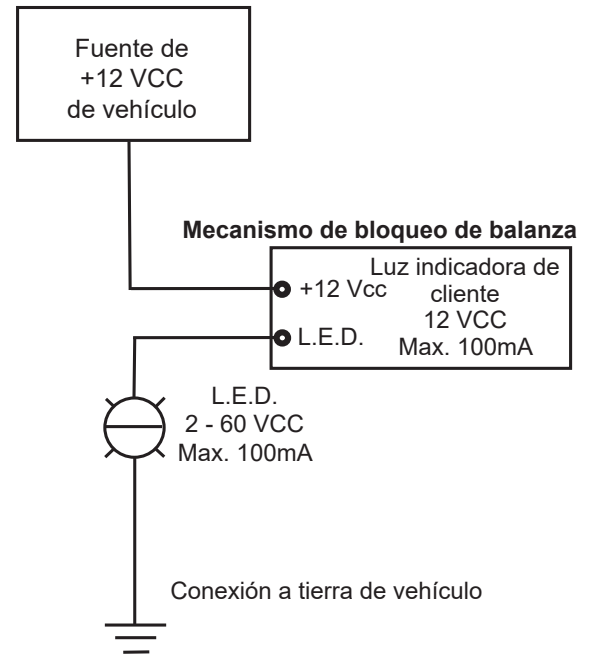

Figura 2
1. Se recomienda instalar una luz L.E.D. de 2 a 60 Vdc y un consumo máximo de corriente de 100mA. Consulte la figura 2.
4. Desbloquee el mecanismo de bloqueo de la balanza en la parte inferior de la unidad tirando del pasador y girándolo 90°. Consulte la Figura 2.